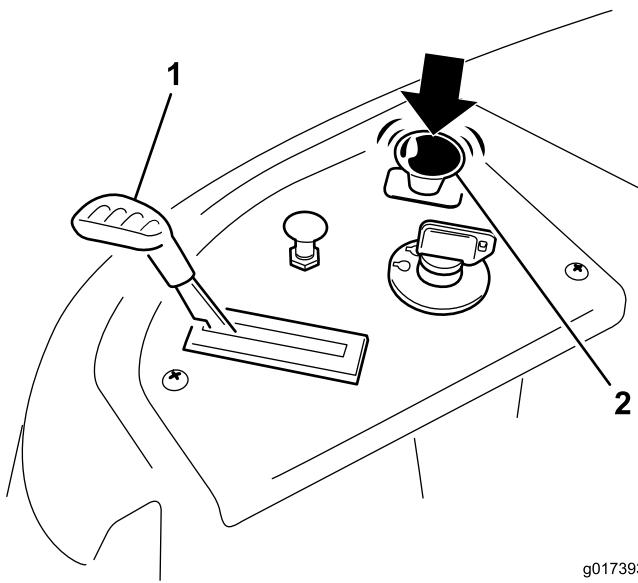

Figure 12
2. Placez la manette d'accélérateur en position de régime maximum (Figure 12).
3. Désengagez les lames en plaçant la commande des lames en position Désengagée (Figure 12).